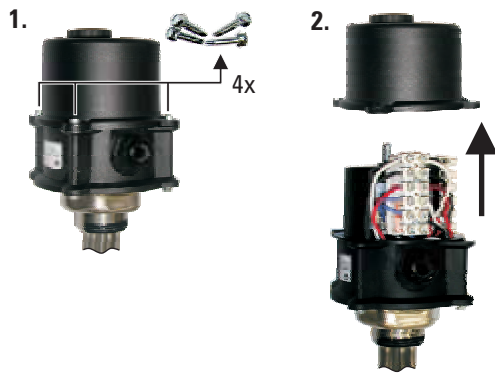

Fig. 3-8 Démontage du couvercle de la résistance électrique
4. Dévisser les vis du capuchon de la résistance électrique et retirer le capuchon ainsi que le bouton de réglage (Fig. 3-8).